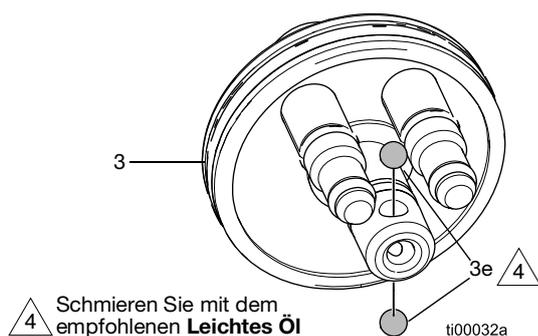
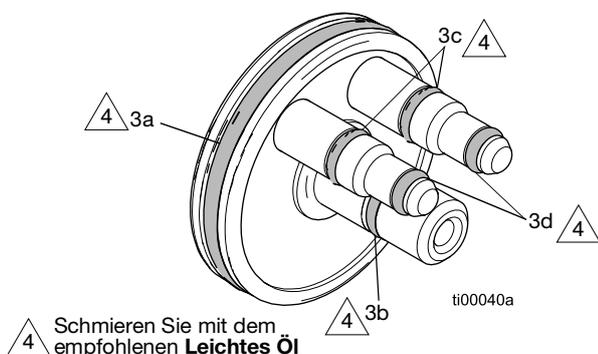

ABB. 35: Lage der Kolbenkugellager
ABB. 36: Lage der Kolbendichtungen
1. Achten Sie darauf, dass die Kugellager (3e) vorhanden sind. Siehe ABB. 35.
3. Schieben Sie den Kolben (3) in das Pistolengehäuse.
4. Schmieren Sie die Federführung (9) und bauen Sie sie in den Kolben (3) ein.
5. Bauen Sie die Materialfeder (11) ein.
6. Montieren Sie die Luftfeder (16).
7. Schrauben Sie die Kolbendeckel (5) auf die Pistole.
| 3‡ | 2000514 | Kolbenbaugruppe (umfasst 3a-3e) (siehe ABB. 35 und ABB. 36) | 1 |
| 3e‡ | 2000531 | Kolbenlager (siehe ABB. 35) | 2 |